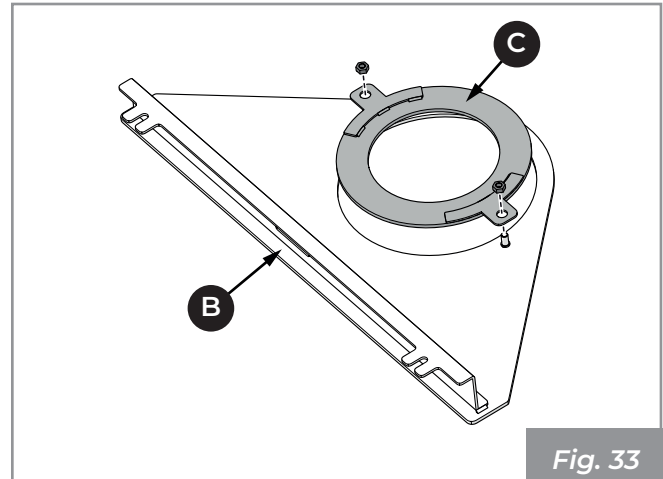

Fig. 33
- Ruotare il piano **(B)** e togliere il supporto **(C)** (**Fig. 33**).